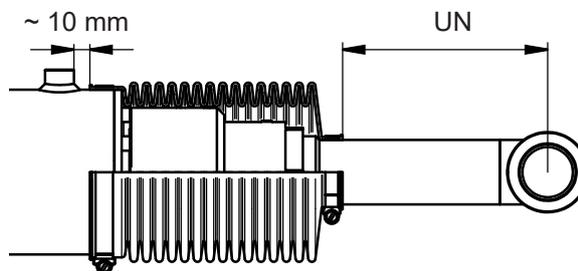

Figura 41. Montaje de protectores
11. Montar los protectores de los cilindros. Figura 41.